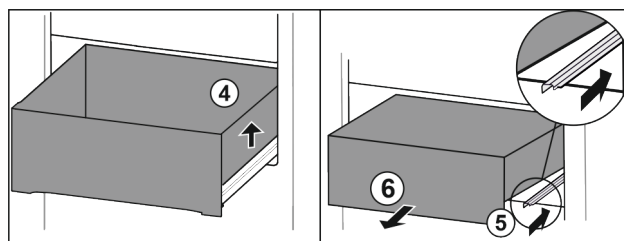

Fig. 89
- ▶ Unieść szufladę po prawej. Fig. 89 (4)
- ▶ Wsunąć prawą szynę. Fig. 89 (5)
- ▶ Wyjąć szufladę do przodu. Fig. 89 (6)